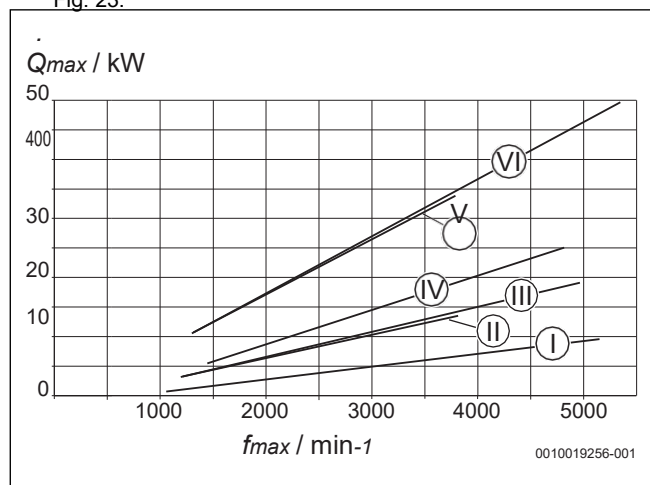

Fig. 23
- ▶ Sulla centralina di controllo del riscaldamento impostare la funzione di servizio **2441** sul valore richiesto secondo la Fig. 23.